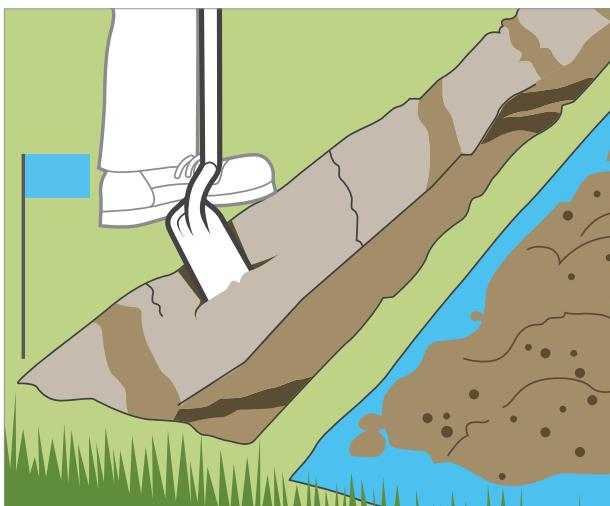

Рисунок 2
4. Перед копанием траншеи ознакомьтесь с местным законодательством. Если нет особых указаний по глубине основной линии для дождевальной системы в вашем регионе, выкопайте траншеею глубиной 25-30 см. Выкопайте траншеею глубиной 15-20 см для боковых труб. Это может быть выполнено вручную или с помощью траншейного плуга. Траншейный плуг можно найти в большинстве прокатов оборудования. *Рис. 2.*